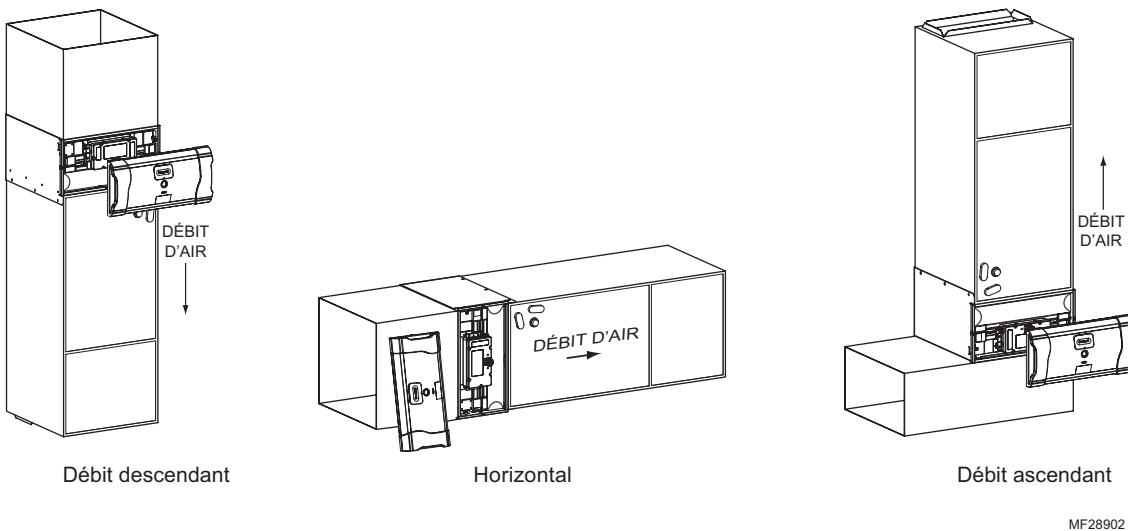

Fig. 4. Orientation de l'armoire pour les modèles FH8000A.
- Identifier un emplacement de montage de l'épurateur d'air amélioré de Honeywell dans la gaine d'air de retour (voir Fig. 4).
- Placer l'armoire entre l'unité de traitement de l'air et la gaine d'air de retour (voir Fig. 4 page 7 et Fig. 5). Une gaine de transition peut être requise.